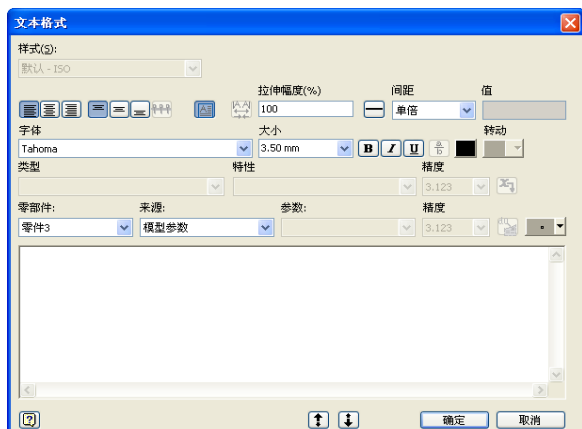

图 2-28 “文本格式”对话框
(1) 选择该按钮后，在草图绘图区域内要添加文本的位置单击左键，就会出现【文本格式】对话框，如图 2-28 所示。
(2) 在该对话框中用户可指定文本的对齐方式，指定行间距和拉伸的百分比，还可指定字体、字号等。然后可在下面的文本框中输入文本即可。
(3) 单击【确定】按钮完成文本的创建。